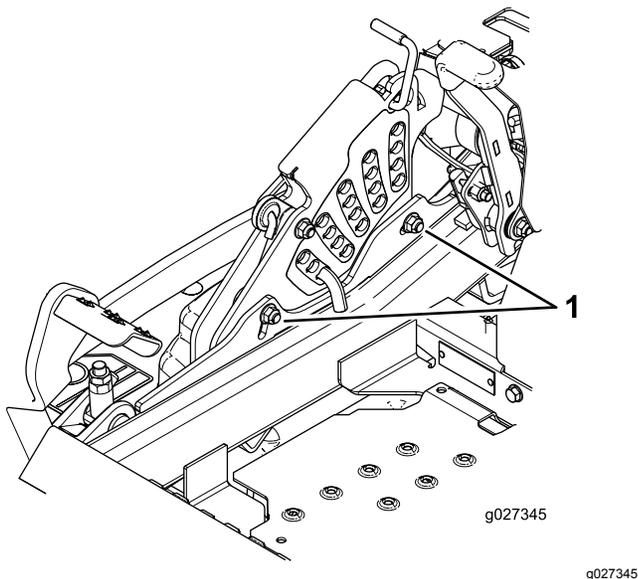

Figura 92
11. Para ajustar el sistema de ajuste de un solo punto, afloje los 2 pernos situados cerca del borde inferior de la pletina de altura de corte (**Figura 92**).
13. Apriete los 2 pernos en el borde inferior de la pletina de altura de corte (**Figura 92**). T